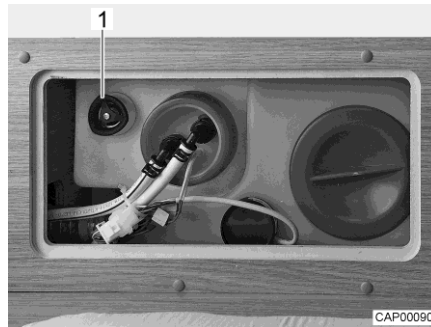

Bild 97 Vattentank med ratt
- Vrid ratten (Bild 97,1) på vattentanken moturs mot motståndet till stoppläget för att öppna utloppsöppningen helt.